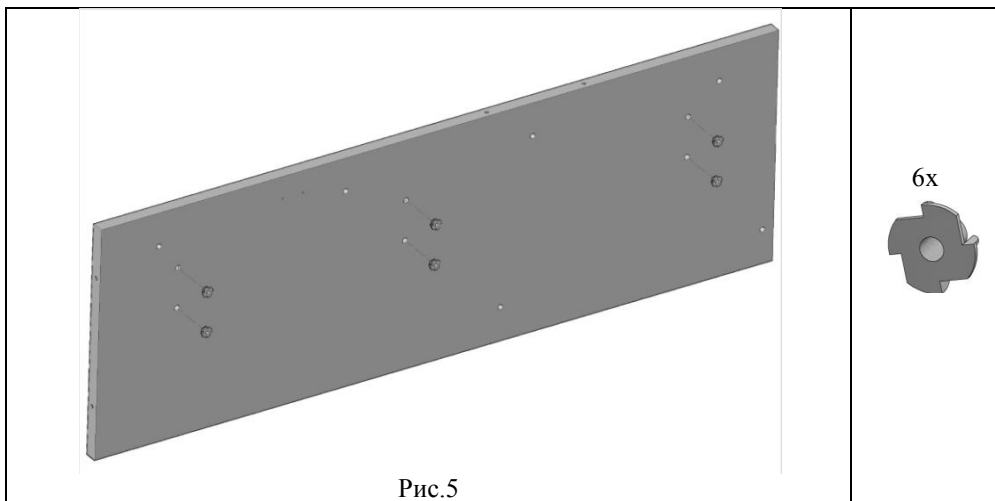

Рис.5
4.1.2. Достать из задней стенки заглушки и установить усовые гайки (поз. 7, пакет № 50) на заднюю стенку (поз.3)(Рис.5) и вбить используя киянку или молоток на *горизонтальной поверхности*. (Рис.5 а).
Рис.5а